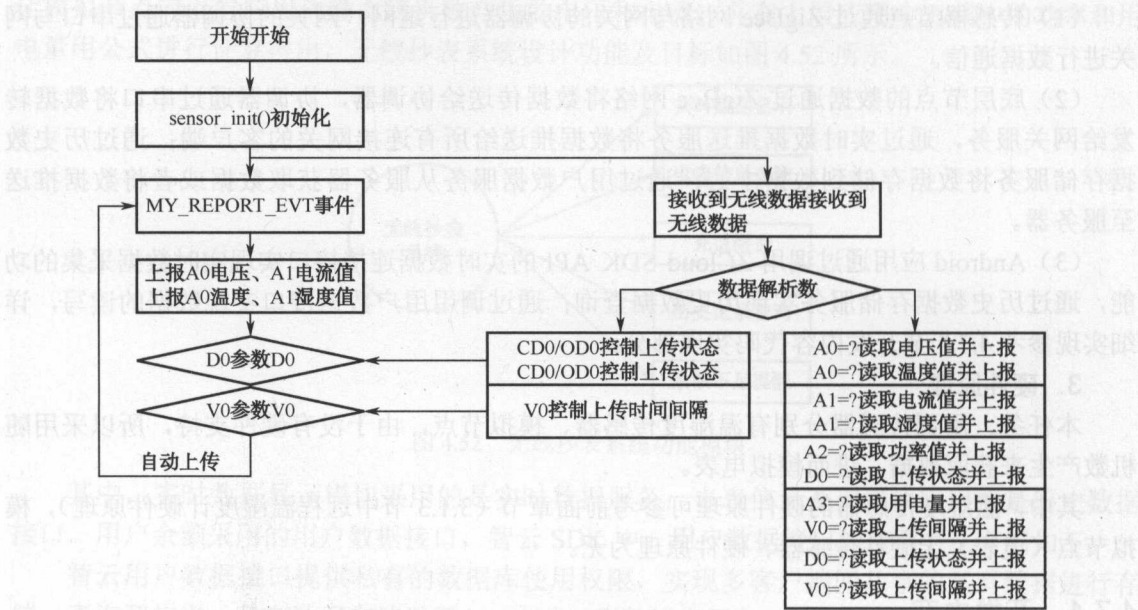

图 4.54 模拟节点（电表）程序逻辑
(2) 传感器驱动程序开发。模拟节点（电表）程序逻辑如图 4.54 所示。